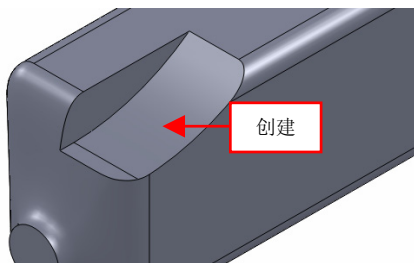

图 16-26 创建拉伸切除特征
(2) 单击【拉伸切除】按钮，选择草图 4 对象，选择【完全贯穿】选项，单击【反向】和【确定】按钮，创建拉伸切除特征，如图 16-26 所示。